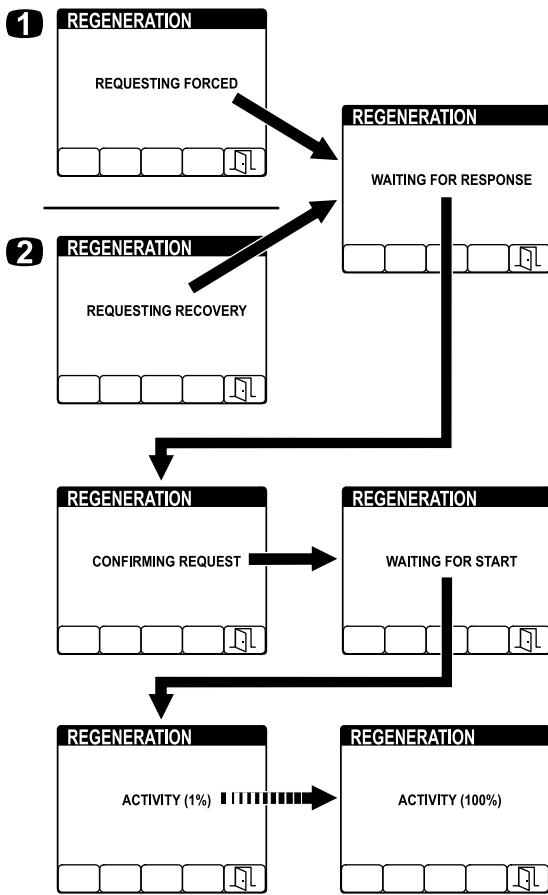

Figura 52
4. El InfoCenter muestra una serie de pantallas (Figura 52) a medida que se procesa la regeneración: